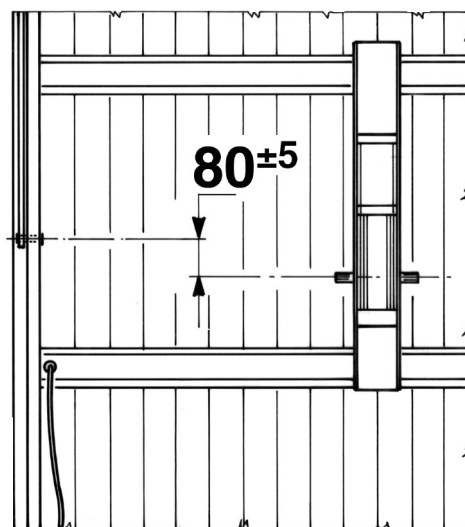

Abb. 6
- Der LÄNGSTRÄGER des ECOPESI S wird perfekt in der Mitte des Paneels angebracht. ECOPESI S an den Längslöchern positionieren und den Abstand von 80 ± 5 zwischen der Achse des Bolzens des Originalarms des Schwingtores und dem Zentrum der Welle des Elektroreduzierers einhalten (s. Abb. 6).